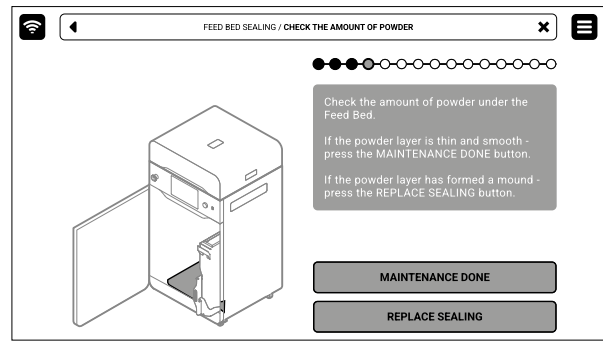

Abb. 12.32 Überprüfe die Menge des Pulvers unter den Beds.
10. Überprüfe die Menge an Pulver unter dem Feed Bed. Wenn die Pulverschicht dünn und glatt ist, drücke die Taste **MAINTENANCE DONE** (Abb. 12.32).
11. Wenn die Pulverschicht einen Hügel gebildet hat, drücke die Taste **REPLACE SEALING** (Abb. 12.32).